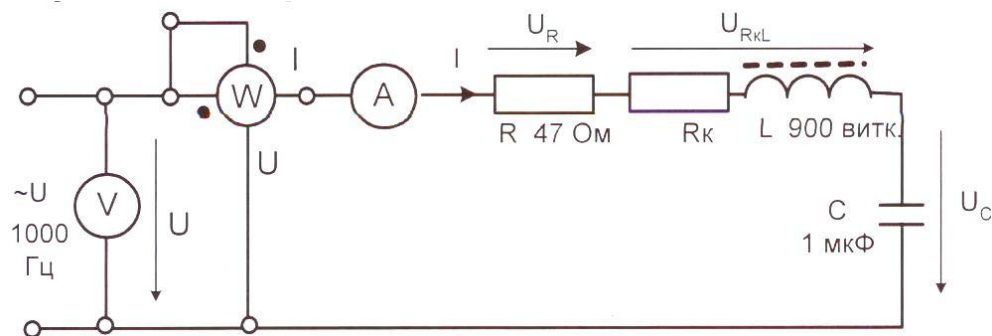
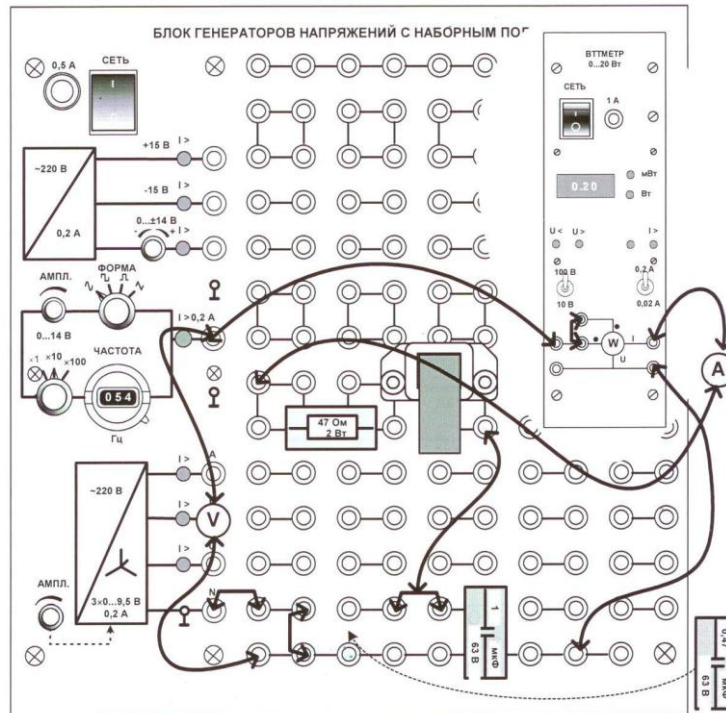

Рис. 8.1. Принципиальная схема электрической цепи
Рис. 8.2. Монтажная схема
5.2. Соберите цепь с резистором $R = 47$ Ом, катушкой индуктивности 900 витков, которая имеет активное сопротивление R_K и индуктивность L , и конденсатором $C = 1$ мкФ. Принципиальная схема электрической цепи показана на рис. 8.1, а монтажная – на рис. 8.2.